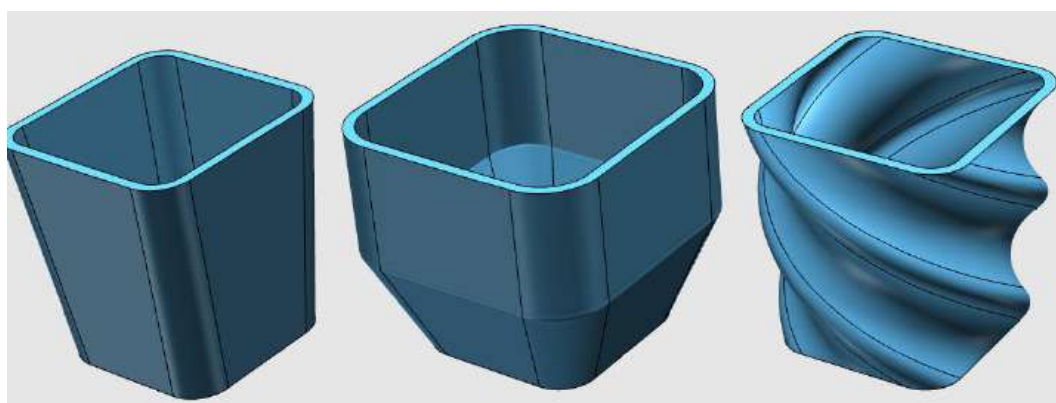

图 1-12
Step 12 点击确定，完成扭曲操作，如下图 1-12 所示：